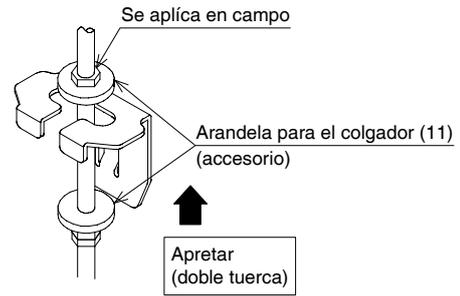

Fig. 6
- (1) Instale la unidad interior temporalmente.
- Fije el colgador en el perno de suspensión. Asegúrese de fijar firmemente el colgador con la tuerca y la arandela para el colgador (11) desde el lado superior e inferior. (Consulte la Fig. 6)